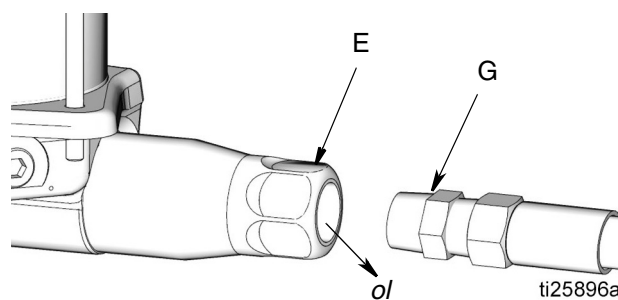

FIG. 8
2. Scollegare la **linea di alimentazione (G)** dalla **mandata della pompa (E)** (FIG. 8).
4. Aprire la **valvola di intercettazione (V)**.
5. Far funzionare la pompa per alcune corse finché non fuoriesce olio (o) privo di aria dalla **mandata (E)** (FIG. 8).